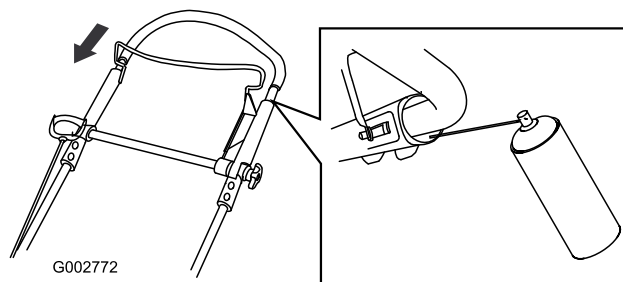

Figure 41
2. Abaissez complètement la partie supérieure du guidon et pulvérisez la surface en plastique intérieure de la poignée extérieure (Figure 41).